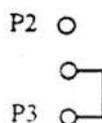

fig.2
- Ⓔ - Riportarsi nelle condizioni ordinarie (ovvero togliere il cortocircuito sul secondario del trasformatore, togliere la pinza amperometrica e portare il jumper P2-P3 nella posizione **automatico** (fig.2):